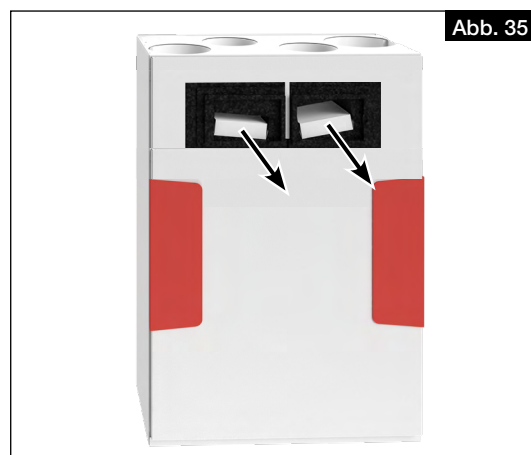

Abb. 35
2. Filter nach vorne herausziehen und wechseln (s. Abb. 35).